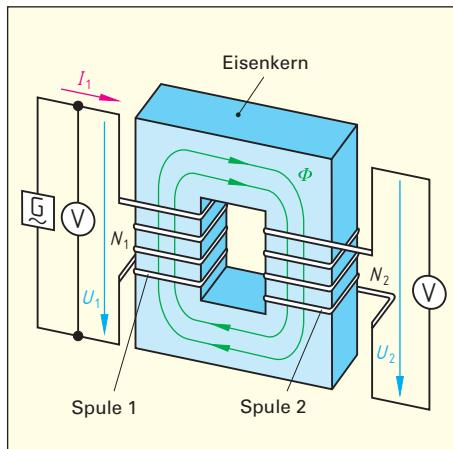

Bild 3: Transformatorprinzip
3. Das Prinzip eines Transformators zeigt **Bild 3**. Erklären Sie warum in Spule 2 eine Spannung induziert wird.